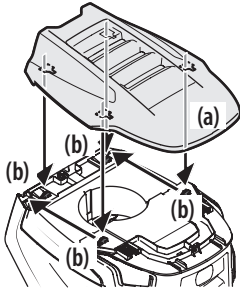

Figure 7
1. Pour installer le couvercle (a), alignez les trous du couvercle avec les pattes du capot. Voir Figure 7.